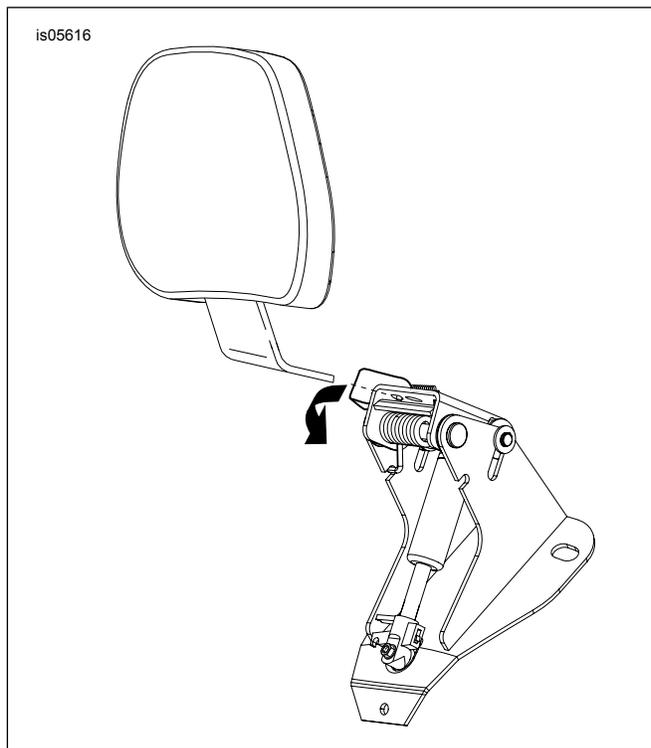

Abbildung 13. Einbau der Rückenlehne
1. Siehe Abbildung 13 >. Wie abgebildet auf den Hebel an der Rückenlehnhalterung drücken.